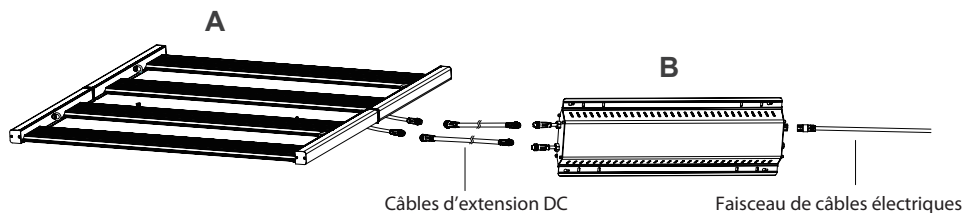

Fig. 14
**Étape 3.** Connexion des panneaux lumineux à LED sur le contrôleur. Comme sur la figure 14, brancher un côté des câbles d'extension au contrôleur. Brancher l'autre côté des câbles d'extension sur les connecteurs DC des panneaux lumineux à LED.